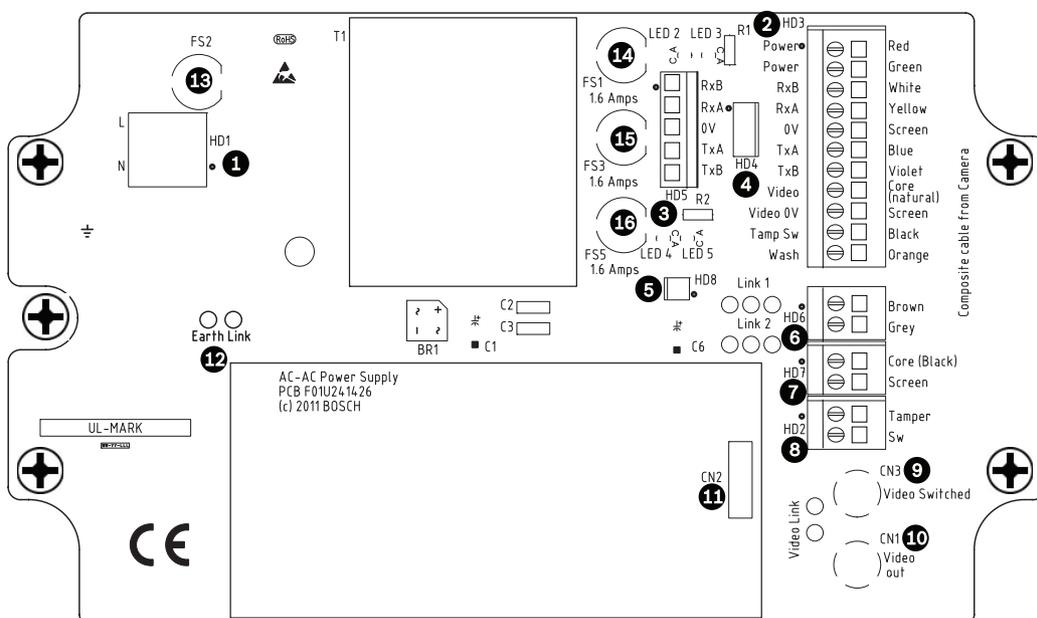

Figura 2.1 Disposição dos modelos MIC-240PSU-2, MIC-115PSU-2 e MIC-24PSU-2
As fontes de alimentação MIC sem IV (MIC-240PSU-2, MIC-115PSU-2 e MIC-24PSU-2) têm quatro (4) fusíveis de 20 mm (números 13-16 em *Figura 2.1*) em porta-fusíveis. As amperagens para estes fusíveis são fixas para o lado secundário de baixa tensão mas são alteradas de acordo com a tensão de entrada no lado primário de alta tensão. A tabela seguinte mostra o valor dos fusíveis que devem ser instalados para garantir uma protecção adequada para as fontes de alimentação. **Nota:** o fusível FS4 não existe.